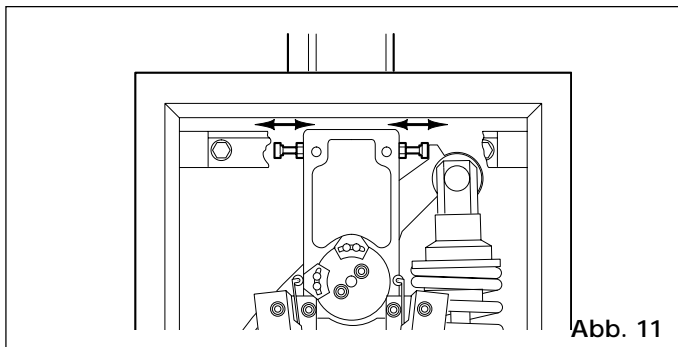

Abb. 11
- 5) Die Endanschläge für Öffnung und Schließung gem. Abb. 11 einstellen. Den Balkenausgleich nach Hinweisen von Kapitel 4.4 überprüfen.